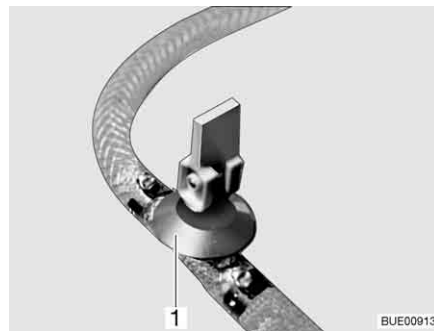
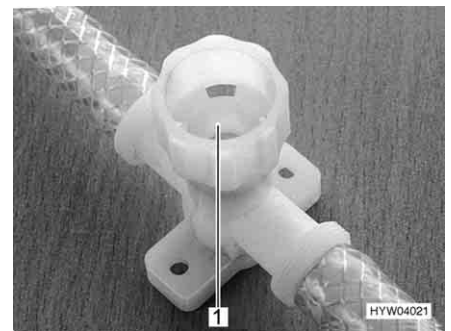

Fig. 136 Robinet de vidange (avec levier à bascule)
Fig. 137 Robinet de vidange (avec capuchon tournant)
- Ouvrir tous les robinets de vidange. Placer pour ce faire le levier à bascule (Fig. 136,1) à la verticale ou faire tourner le capuchon du robinet de vidange (Fig. 137,1) dans le sens inverse des aiguilles d'une montre.